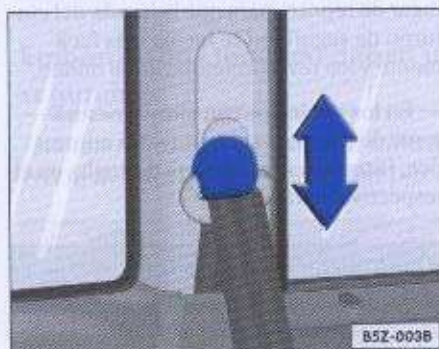

Fig. 20 Ubicación del regulador en altura del cinturón de seguridad
- Presione el dispositivo para regular la altura → fig. 20.